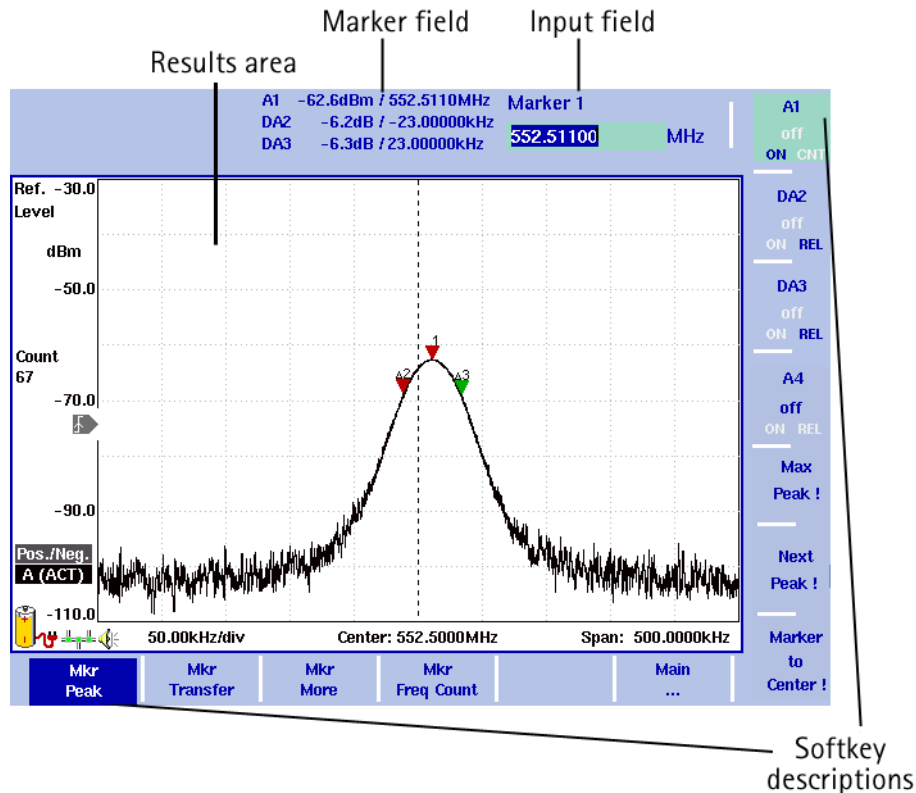

Figura 4 Sezioni dello schermo
**Schermo** Lo schermo da 6.5 pollici è diviso nelle seguenti sezioni (si veda la Figura 4):